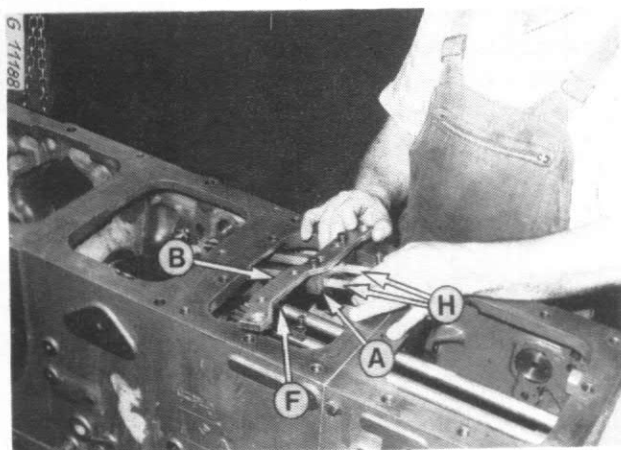

Figure 30
- Retirez le couvercle au niveau linguets. Déposez le mécanisme de commande du changement de gammes en vous reportant aux textes et figures 14, 15 et 16. Retirez les boulons fixant le guide (F) figure 30. Déposez les coulisseaux de gammes avec les blocs de positionnement (A) et le pontet (B).